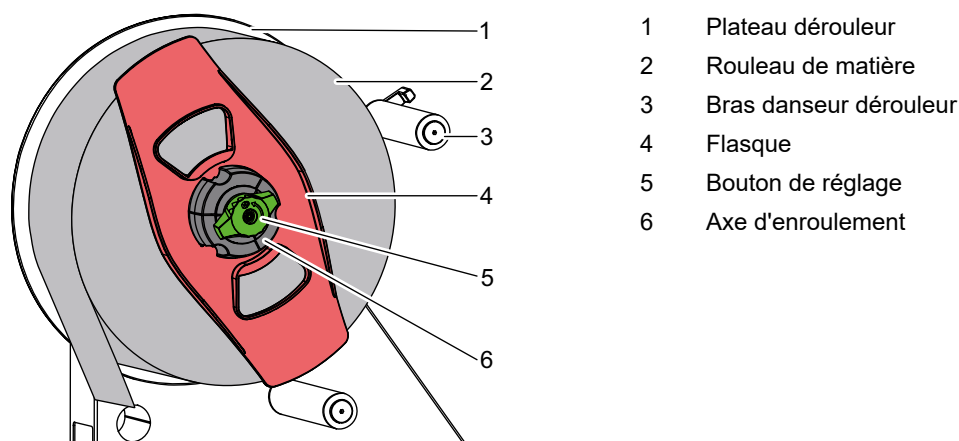

Figure 72 Insertion du rouleau de matière, exemple : déroulement du papier vers l'extérieur
- Appuyer sur le bras danseur du dérouleur (▷ Figure 72/3).